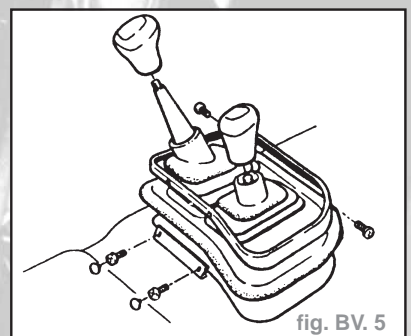

fig. BV. 5
- Dévisser les pommeaux du levier de changement de vitesses et du sélecteur de la boîte de transfert (fig. BV. 5).